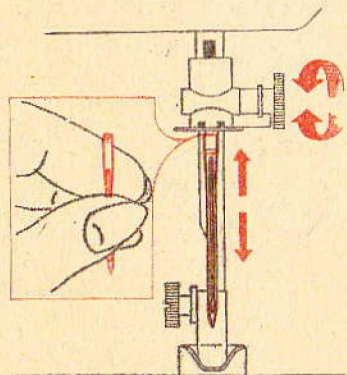

Abb. 10 Obr. 10 10. ábra
8. Das Auswechseln der Nadel (Abb. 10) ★ Výměna jehly (Obr. 10) ★ A tű kicserélése (10. ábra)